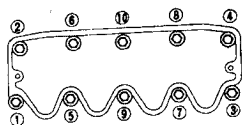

Рис. 1.5 Открутите болты головки блока цилиндров в порядке, показанном на рисунке (См. Раздел 6)
12. Крепежные болты головки блока цилиндров сейчас можно открутить и снять. Откручивайте болты в три этапа в порядке, показанном на Рис. 1.5.